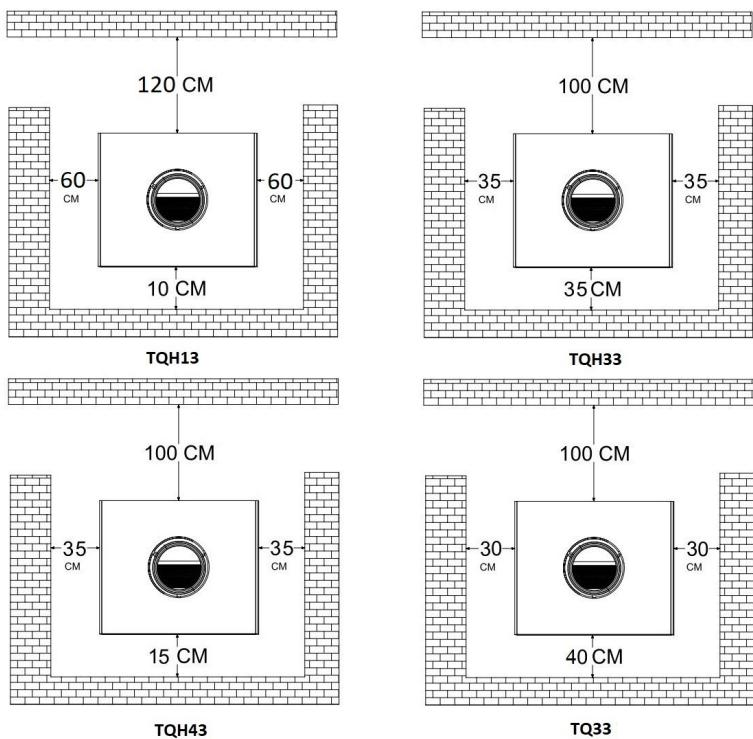

Fig. 1. Distanza di sicurezza
**Attenzione: le distanze di sicurezza rispetto agli elementi combustibili sono indicate sulla targhetta delle caratteristiche dell'apparecchio (Fig. 1).**